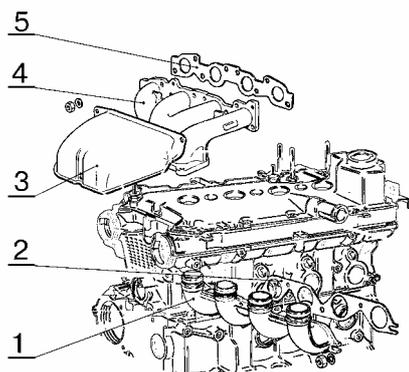

Рис.18.
- снять трубу 1, рис.18, впускную и прокладку 2 (головка сменная 13, гайковерт типа ИП – 3111 или вороток и удлинитель);